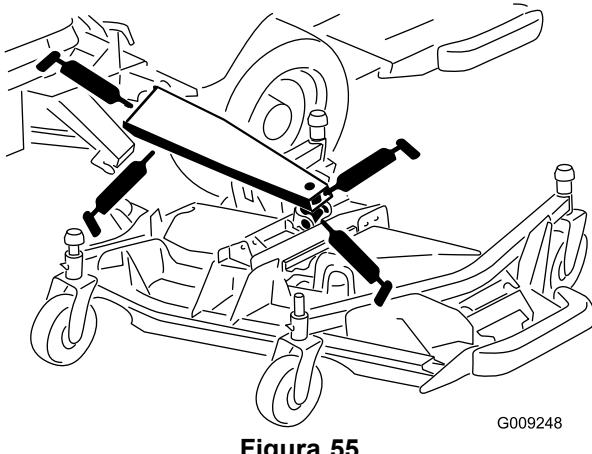

Figura 55
- 3 casquillos del brazo de elevación principal (Figura 55)
- 1 casquillo del cilindro de elevación (Figura 55)